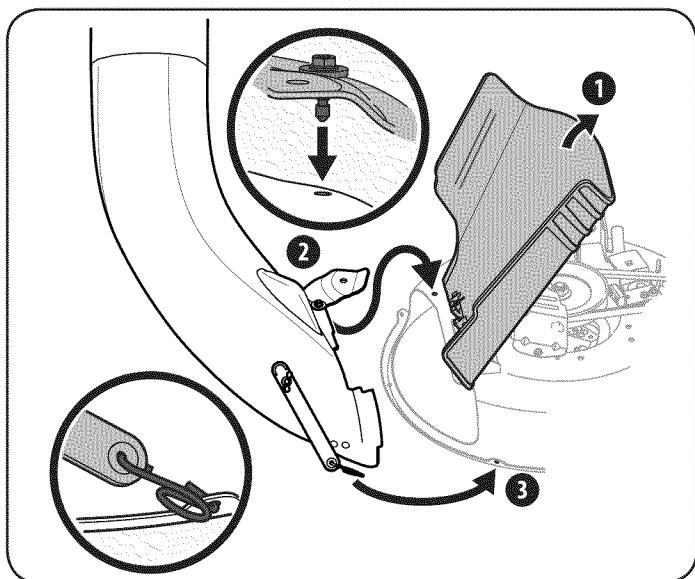

Figure 21
**Nota:** En cubiertas sin ruedas de cubierta, enganchar la correa de retención en el orificio correspondiente en la pestaña en la parte frontal de la plataforma de corte. Vea la Figure 21.